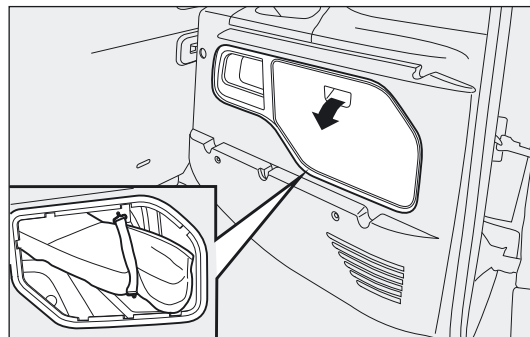

fig. 130
- ☐ uitvoeringen Doblò/Doblò Combi fig. 130: open de achterdeuren; pak de gereedschaptas (deze bevindt zich in het vak in het zijpaneel rechtsachter) door het elastiek los te haken uit de sluiting en plaats de tas naast het te verwisselen wiel;